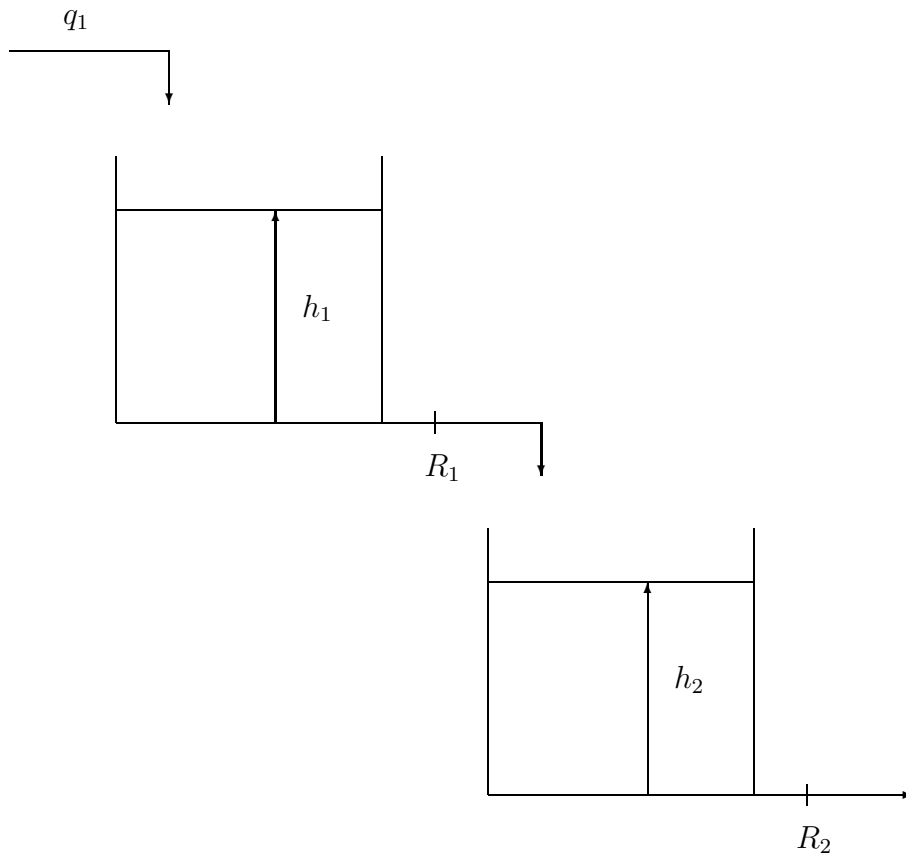

FIG. 4 –
On considère le système de la figure 4.
- 5.5) Compléter le schéma de la figure 4 avec les éléments permettant de mettre en œuvre la commande qui vient d'être calculée.